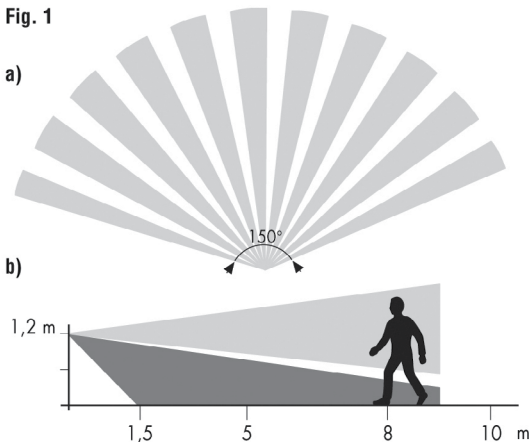

Fig. 2
- Installation to control the load from one detecting spot (Fig. 2)
- Installation pour la commande de la charge à partir d'un point de détection (Fig. 2).
- Instalación para mandar la carga desde un punto de detección (Fig. 2)
Legenda fig. 2 / 3